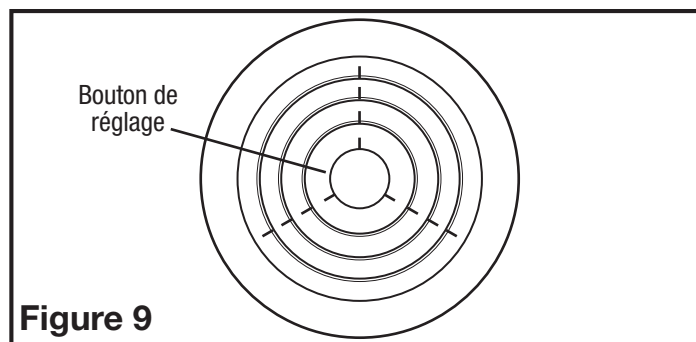

Figure 9
- 1b. **Kits d'alignement de 6 po :** Localisez le bouton de réglage de l'amortisseur dans le centre du gril. Tout en poussant vers l'intérieur sur le bouton, tournez le bouton pour ajuster l'amortisseur et découvrir autant de l'ouverture que nécessaire pour équilibrer le système (Figure 9).